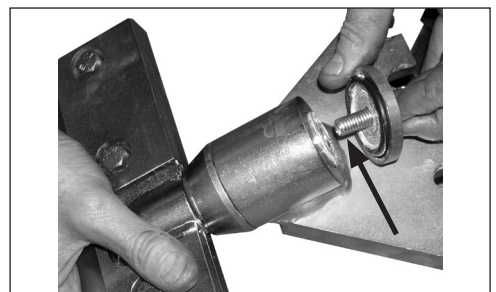

FIG. 8.1
4. Bloquer avec un chapeau de retenue (Figure 8.1).